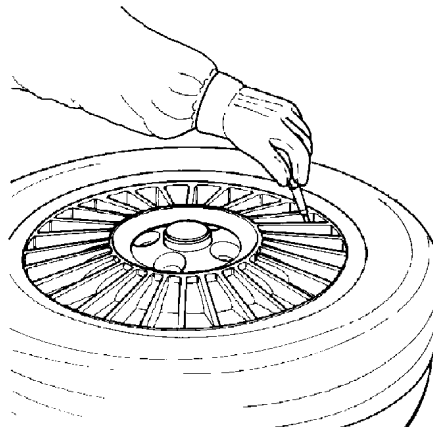

Fig. 4.1-1
A. Enlever toutes les masses des bords de la jante. Enlever la vanne et dégonfler le pneu (Fig. 4.1-1).